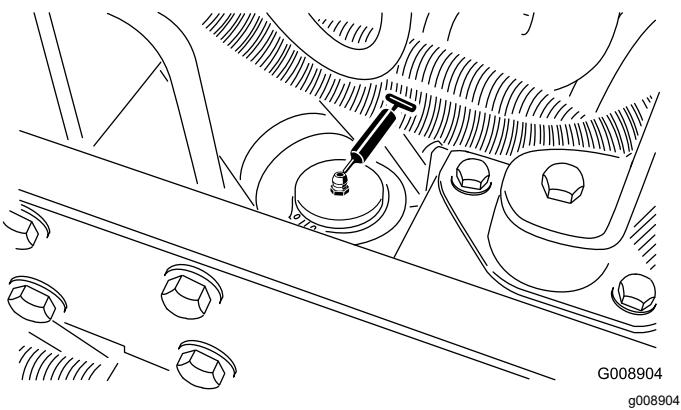

Figure 42
- Vérin de direction (Figure 42)